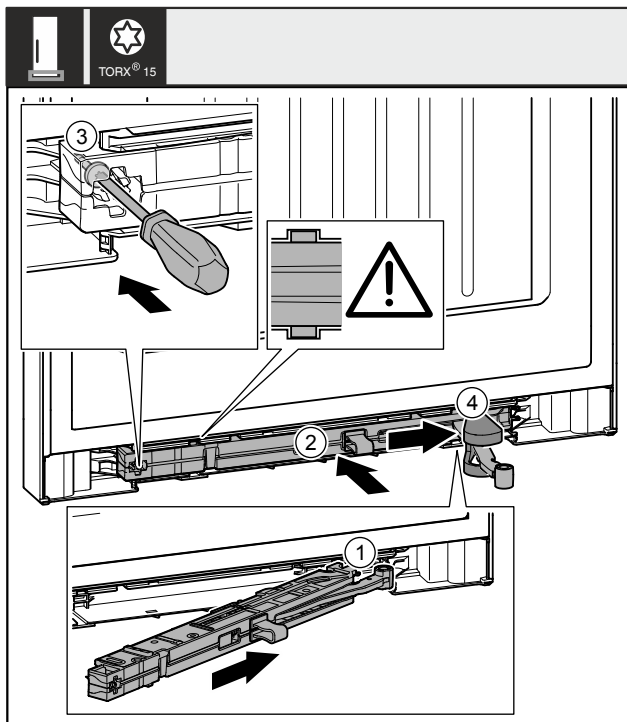

Fig. 49
- ▶ Sluitdemperunit Fig. 49 (1) aan de lagerbokzijde tot aan de aanslag schuiven in de uitsparing schuiven.
- ▶ Sluitdemperunit Fig. 49 (2) volledig in de uitsparing schuiven.
- ▶ Schroef Fig. 49 (3) met een schroevendraaier vastschroeven.
- ▶ Afdekking Fig. 49 (4) over scharnier schuiven.